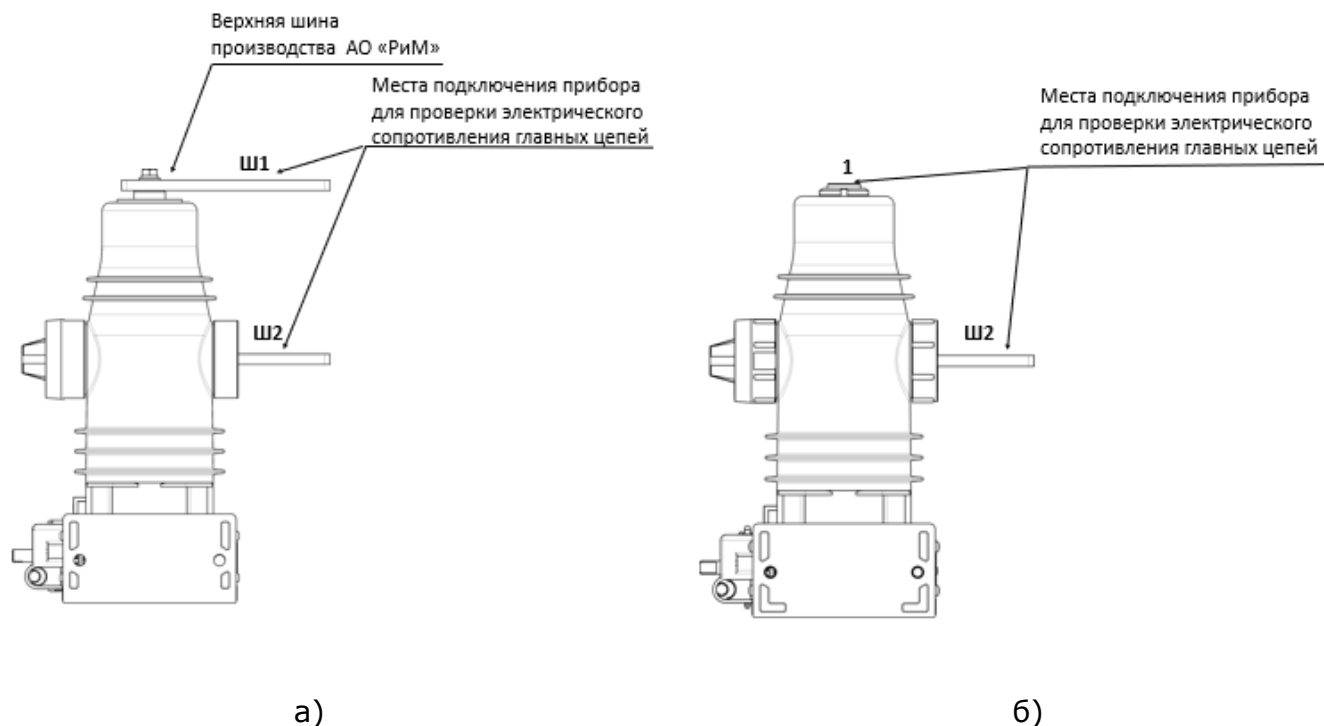

Рисунок 17 – Подключение к полюсам ВВ конструктивного исполнения 7, 8 при проверке электрического сопротивления главных цепей полюсов ВВ
– проверку ВВ с кодом конструктивного исполнения 7, 8 ( $I_{0,ном}$  до 20 кА) допускается проводить с установленной верхней шиной производства АО «РиМ» (см. примечание в 1.5.4 и рисунок 17);